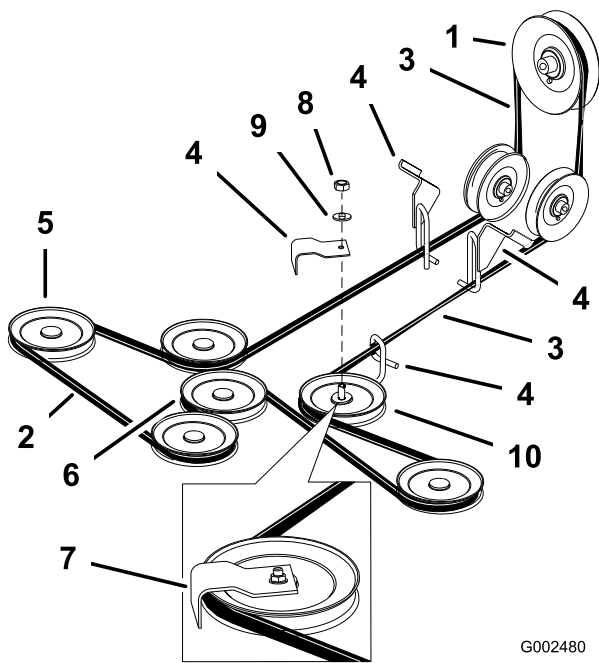

Figure 48
4. Desserrez l'écrou de fixation de la plaque du bras de tension et déplacez la plaque pour détendre la courroie sur la poulie de tension (Figure 48).
6. Dégagez la courroie de tablier de coupe des guides et déposez-la (Figure 48).
7. Installez la courroie neuve autour des poulies d'axe et de la poulie de tension du tablier de coupe, dans les guides de courroie, dans l'ensemble bras de tension arrière et l'embrayage (Figure 48).
**Remarque:** Vérifiez le vrillage de la courroie entre les poulies. Il doit être conforme aux spécifications de la Figure 48.
**Important:** Vérifiez le vrillage de la courroie entre les poulies. Il doit être conforme aux spécifications de la Figure 48.